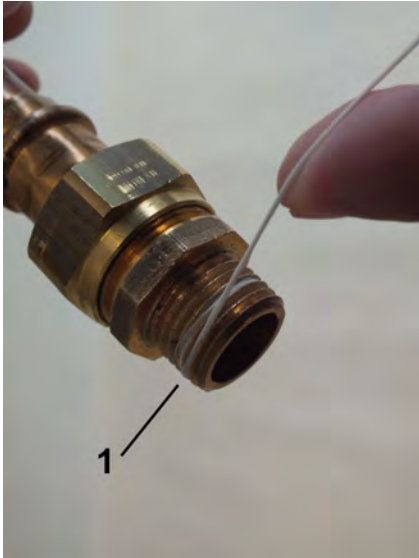

Abb. 10: Dichtfaden aufbringen
2. Dichtfaden (Abb. 10/1) in Gewinderichtung auf das aufgearaute Gewinde aufbringen, dabei Mengenangaben des Dichtmittel-Herstellers beachten